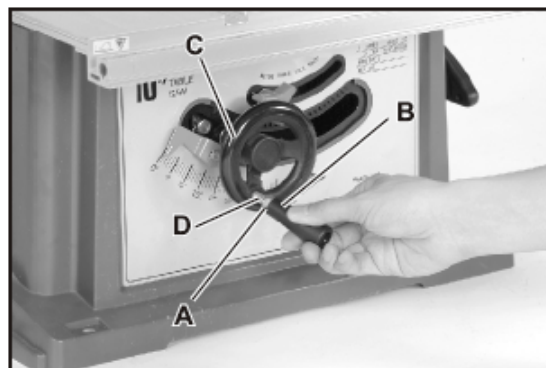

Fig 2.
1. Justieren Sie zuerst die Position der Mutter (A), Abb. 2, des Geschwindigkeitsreglers. Zwischen Geschwindigkeitsregler (B) und Mutter besteht ein Abstand von 1 Millimeter. Lassen Sie den Geschwindigkeitsregler so wie er ist.
2. Nach dem Justieren bringen Sie Mutter und Geschwindigkeitsregler im umwickelten Loch (D) im Handrad (C) gemäß Darstellung an.